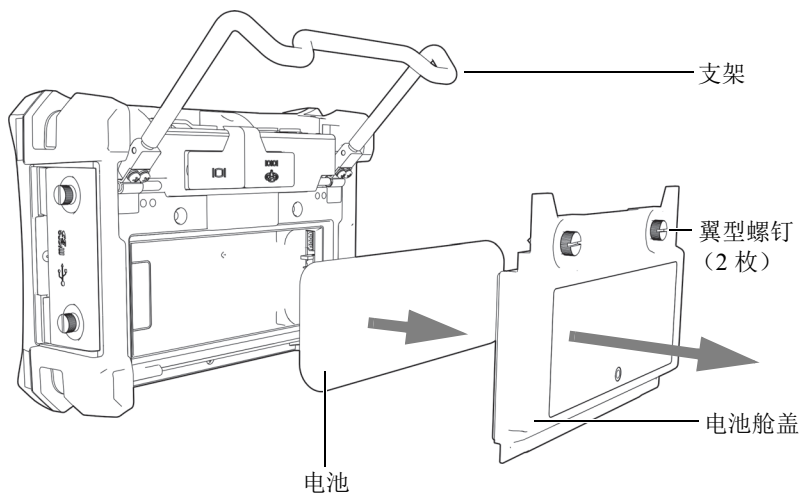

图 1-10 取出锂离子电池
2. 拧松仪器背面固定电池舱盖的两个翼型螺钉（参见第 26 页的图 1-10）。
3. 取下电池舱盖（参见第 26 页的图 1-10）。